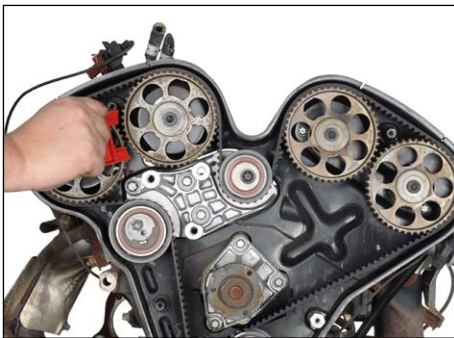
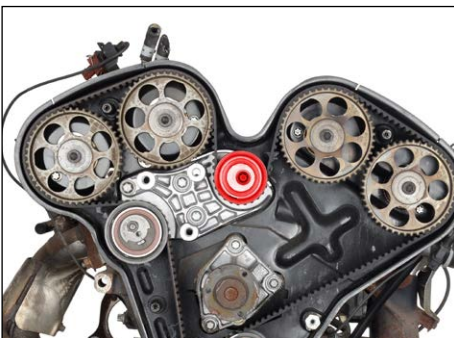

Abb. 5
Abb. 7
3. Fixierwerkzeug für Nockenwelle OE (KM-800-1) rot mit der Bezeichnung „Top“ nach oben zwischen den Nockenwellenrad „1“ und „2“ stecken (Abb. 5 und 6). Sollte sich das Fixierwerkzeug nicht einsetzen lassen, dann die Zahnriemen-Umlenkrolle oben (Abb. 7) lösen und am Exzenter mit Spanschlüssel MKM-6038 oder einer Wasserpumpenzange verdrehen, bis sich das Werkzeug einsetzen lässt.